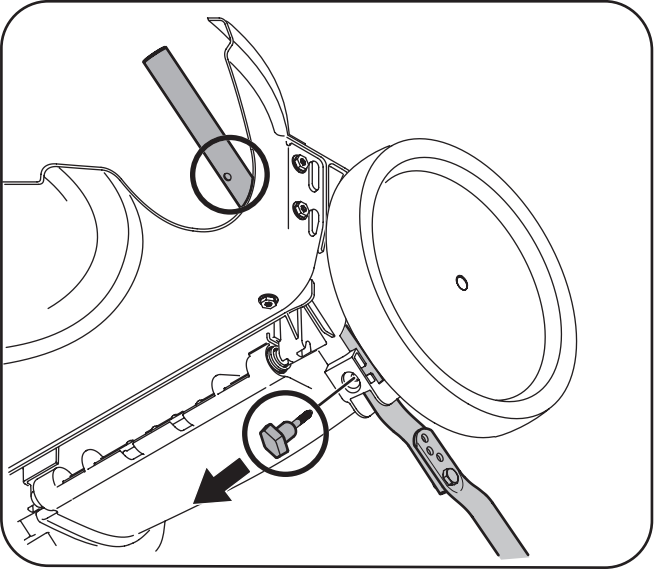

Figure 3-3
- a. Relevez le guidon 8 po jusqu'à ce que les trous du guidon inférieur (voir l'écclé de la Figure 3-3) s'alignent avec les trous des supports du guidon. Voir la Figure 3-4.
2. Retirez les boulons à tête en T des supports du guidon, comme la Figure 3-3.